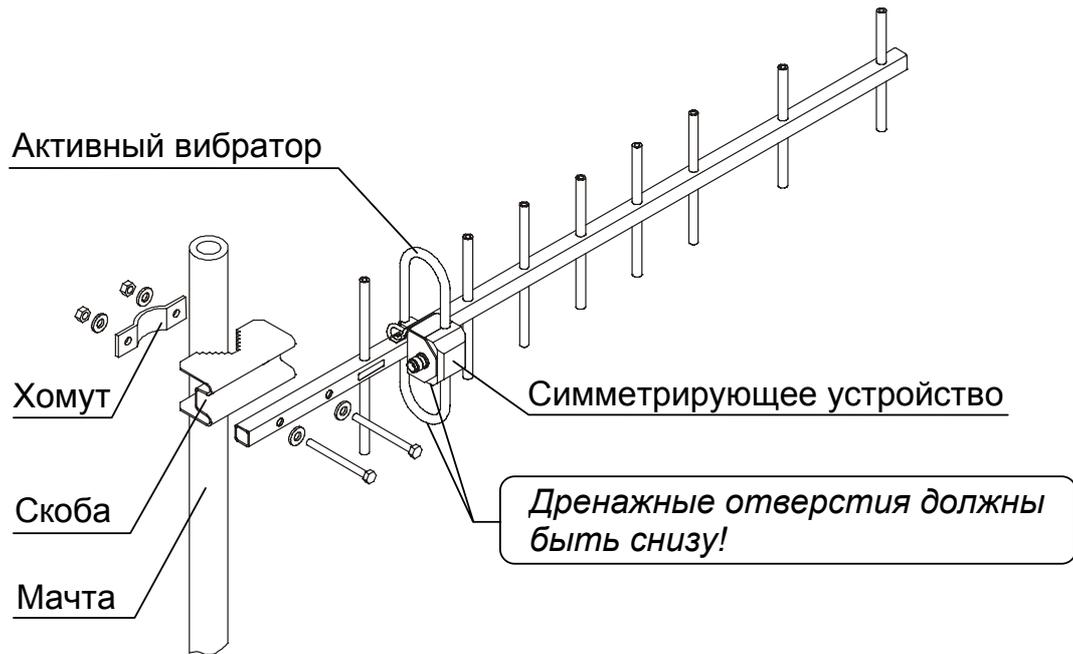

Рис. 4 Крепление антенны на мачте
1. Соберите в соответствии с рис. 4 узел крепления антенны к мачте. В состав узла крепления входят хомут, скоба, два болта М6×70мм и две гайки М6. Под шляпки болтов со стороны несущей балки антенны обязательно установите плоские шайбы, под гайки со стороны скобы — пружинные. На рис. 4 показан чертеж сборки узла крепления антенны.
2. Укрепите антенну на мачте, затянув до упора гайки узла крепления (см. рис. 4). **Дренажные отверстия активного вибратора и корпуса симметрирующего устройства должны находиться снизу.**